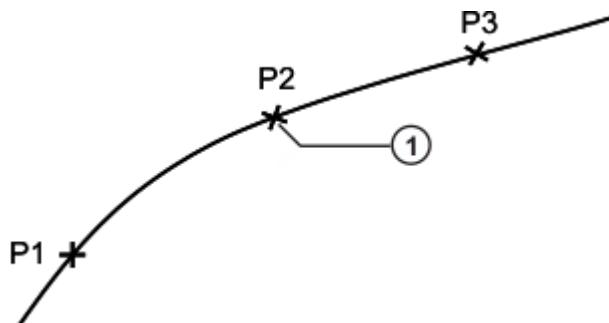

Fig. 7-7: Movimiento ejemplar para lógica
Las funciones de espera dependientes de señales pueden programarse con y sin el procesamiento en movimiento de avance. **Sin movimiento de avance** significa que, en cada caso, se detiene el movimiento en el punto y se controla la señal: (1) (=> Fig. 7-7). El punto tampoco puede repasararse.